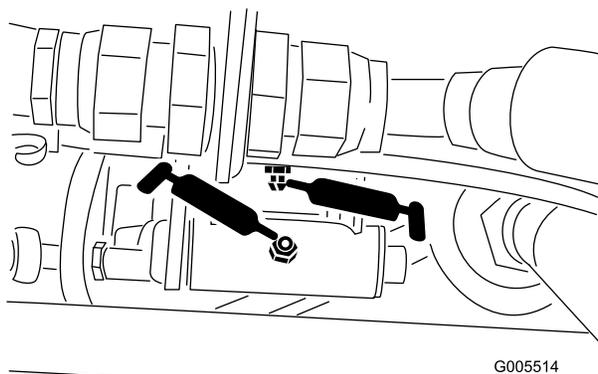
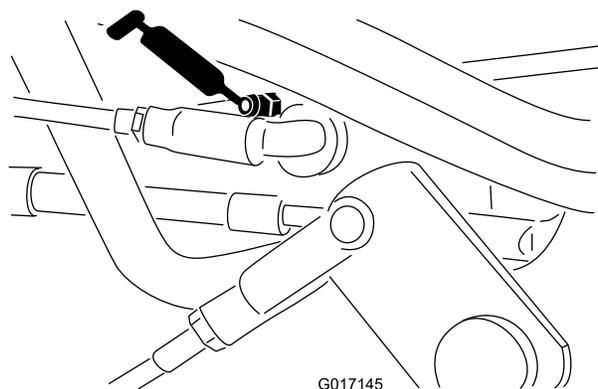

Figura 41
Figura 42
- Acoplamiento del selector de velocidad (Figura 41 y Figura 42)